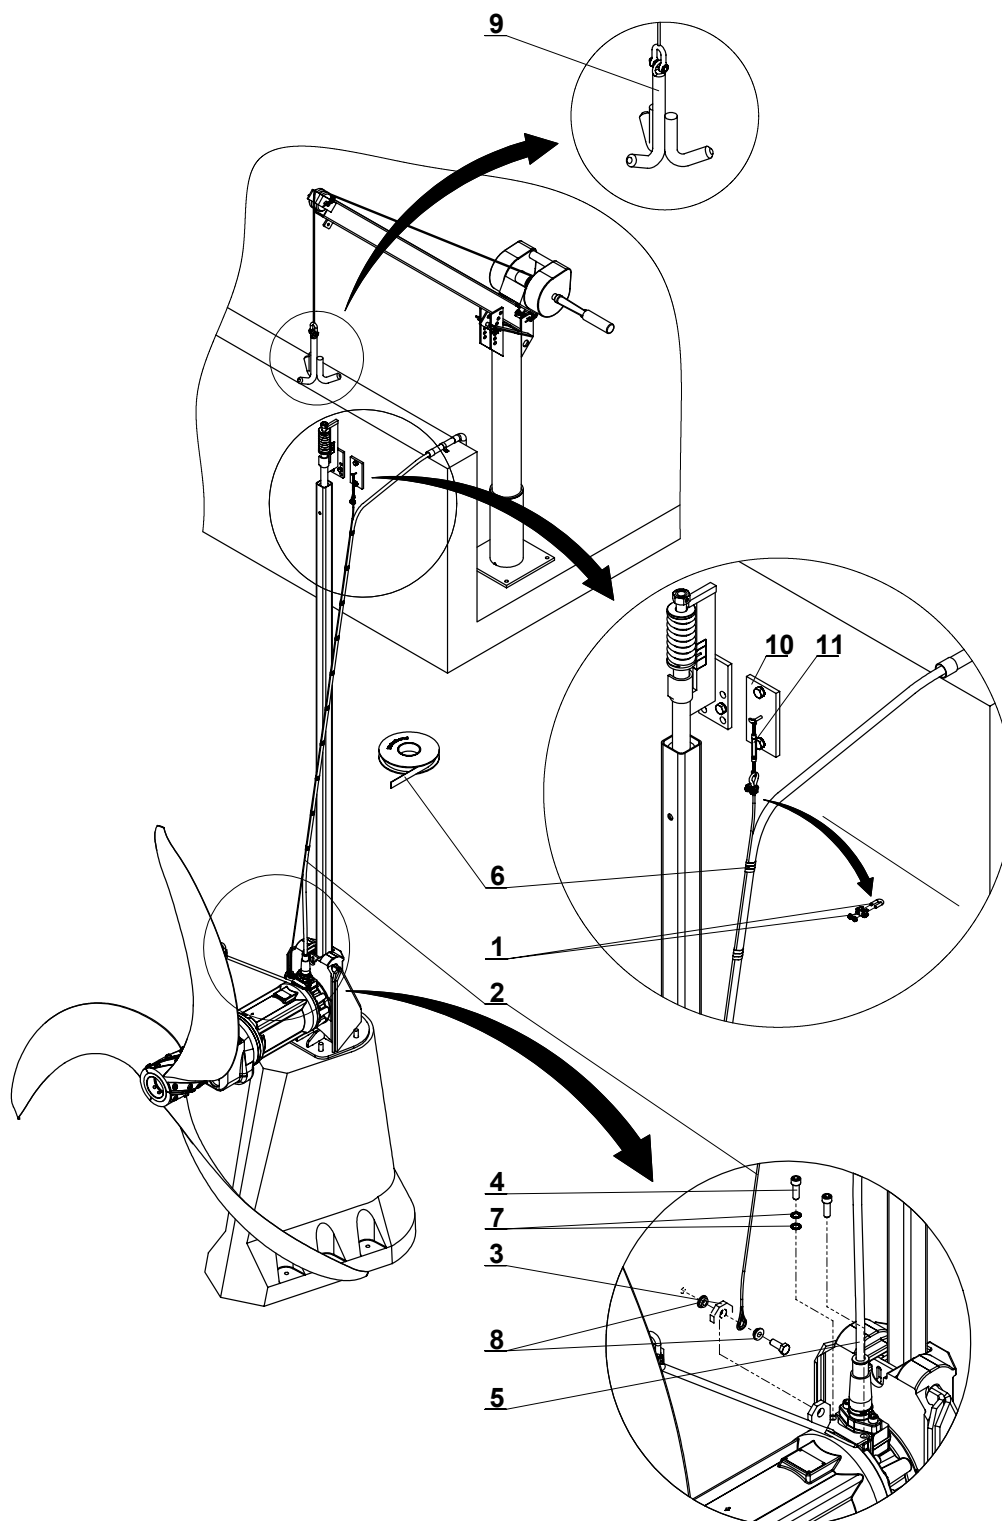

Bild 16 Montage der Kabelabspannung
- Anschließend ist das Motoranschlusskabel mit dem beigefügten Spezialklebeband (16/6) im Abstand von jeweils **ca. 50 cm** am Edelstahlseil *gemäß Bild 16* zu befestigen.
Direktanlauf Stern-Schaltung (Bild 16)